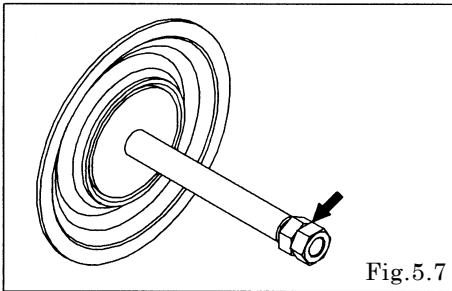

Fig.5.7
- ・ダブルナットを使用して反対側のセンターディスク(外側)を外し、センターロッドからセンターディスク(内側)、ダイアフラムを取り外す。[Fig.5.7]